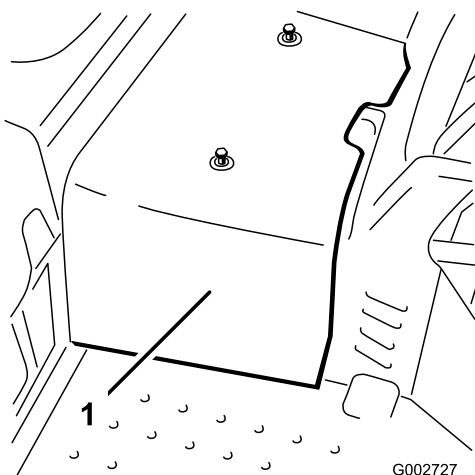

図 32
2. 中央シュラウドを機体に止め付けているネジ2本を外してシュラウドを機体から取り外す(図 32)。